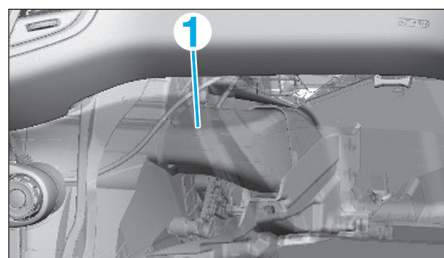

Fig. 21
- Déposer les canalisations d'air (1) (Fig.21).